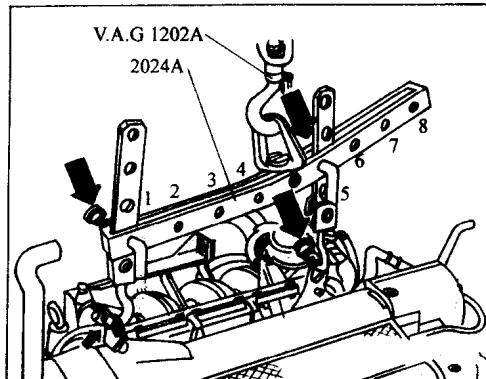

图 2-3 使用悬挂工装 2024A
(10) 排放冷却液，将发动机上的冷却液软管拔出；
(11) 拆下 V 带、空调压缩机；
(12) 松脱变速器上左右传动轴并绑高，拆下锁支架及安装件；
(13) 如图 2-3 所示嵌入悬挂工装 2024A 并用车间起重机略微抬起。注意挂钩和定位锁上使用防松销；
(14) 松脱变速器液压支座 - B - 和发动机液压支架 - A - 上的螺栓；
(15) 降下发动机和变速器机组直至从变速器支架上脱出；
(16) 将发动机和变速器机组向前拉出。如有必